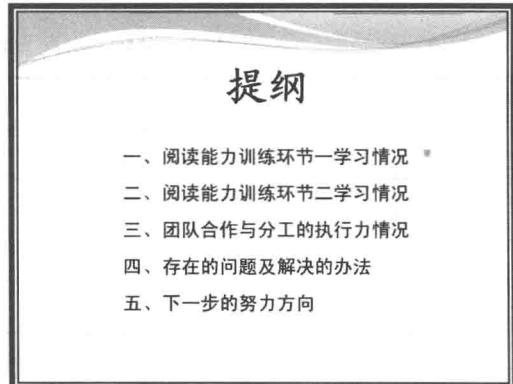

图 1-3 汇报用 PPT 的第二页提纲
- ② 汇报用 PPT 的第二页提纲的结构如图 1-3 所示。
- ③ PPT 的底板图案不限，以字体与图片醒目、主题突出，字体颜色与背景颜色对比适当，视觉舒服为准。
- ④ 汇报内容由各小组参照汇报提纲自拟。